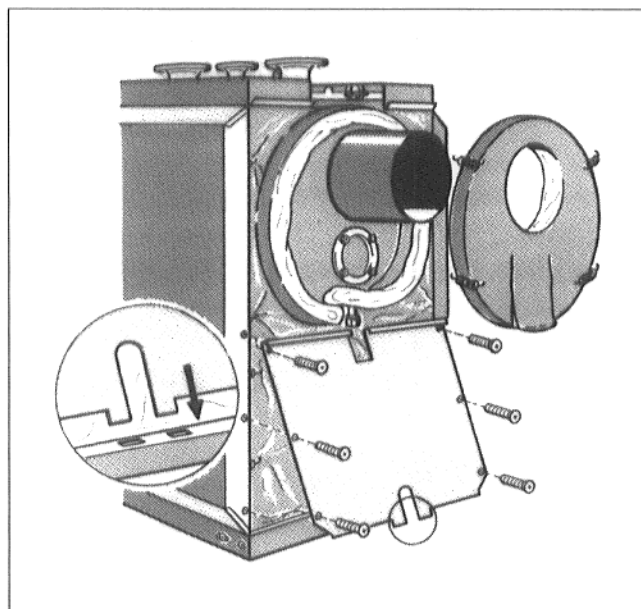

Fig. 15
- Poser le calorifugeage du collecteur de fumées sur la surface de ce dernier et la fixer à l'aide de 4 ressorts tendeurs (Fig. 15).
- Insérer les deux languettes de la face inférieure de la paroi arrière dans les fentes de la baguette arrière du cadre et les fixer sur les rebords des faces latérales à l'aide de vis Parker (Fig.15).